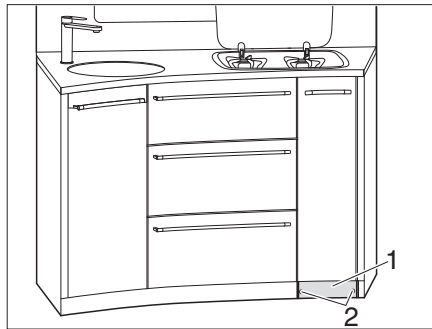

Fig. 118 Dévisser le socle
- Dévisser les 2 vis (Fig. 118,2) sur le socle (Fig. 118,1).
- Retirer le socle (Fig. 118,1).